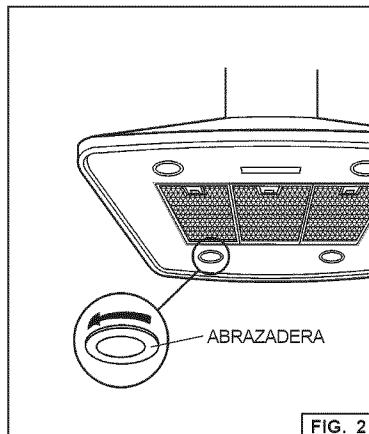

FIG. 2
3. Sujete la placa del armazón de soporte a las vigas y al entramado con los cuatro tirafonds (6x70mm) y cuatro arandelas (D. 6.4mm). Compruebe que los tornillos vayan al centro de las vigas del techo para una mayor rigidez. Tener cuidado porque la ubicación de la placa determina la posición final del aparato: el lado con la ranura B corresponde al lado comandos. Fig. 2.